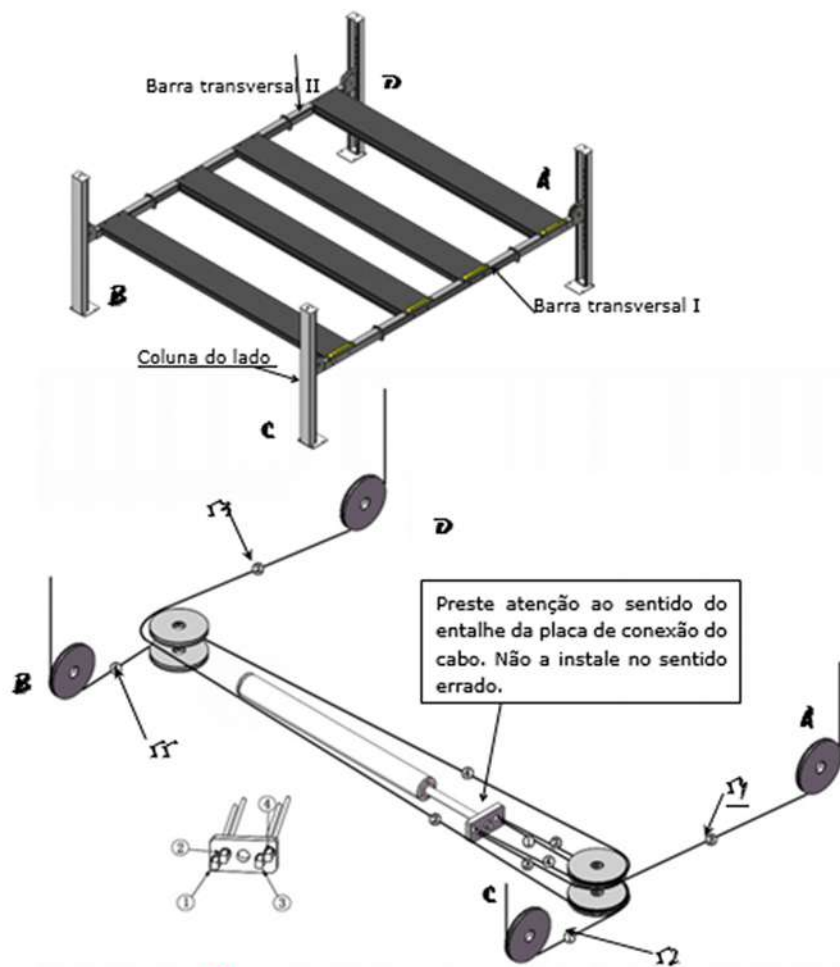

Fig. 33
1. Passe os cabos da plataforma para as colunas de acordo com o número dos cabos (ver Fig.33).